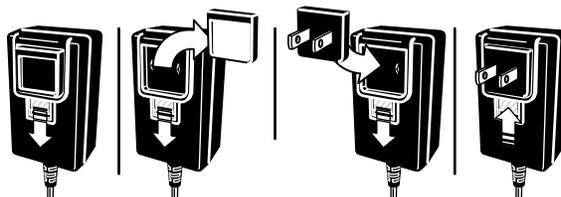

Figura 8
4. Rimuovete l'insero protettivo dall'adattatore di alimentazione e installate la spina corretta per la vostra regione (Figura 8).